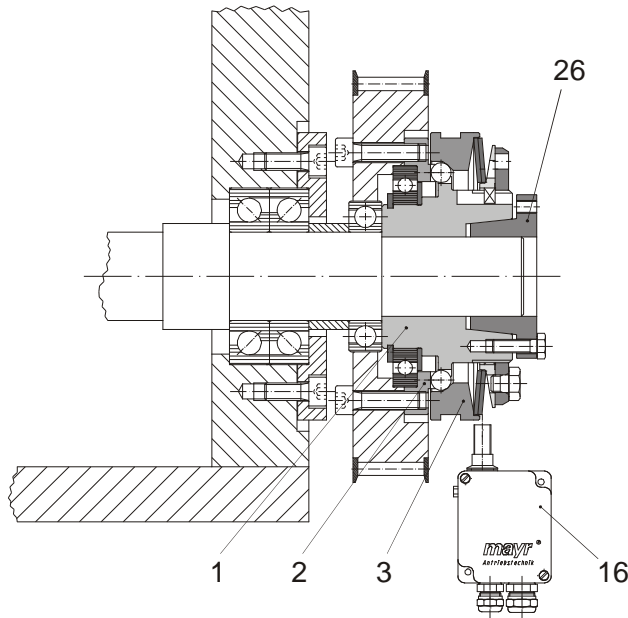

Bild 4
Liegt die resultierende Radialkraft des Abtriebs Elements annähernd in der Mitte des Kugellagers (6) und unter der maximal zulässigen Radiallast nach Tabelle 6, kann auf eine zusätzliche Lagerung des Abtriebs Elements verzichtet werden. Bei sehr breiten Abtriebs Elementen und bei einem Kraftangriff der resultierenden Radialkraft außerhalb der Lagermitte wird das Abtriebs Element zusätzlich auf der Welle gelagert, Bild 4.
Es ist darauf zu achten, dass die Lagerung des Abtriebs Elementes als Festlager (Bild 4) ausgeführt wird.